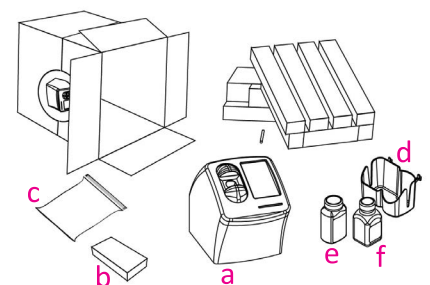

Abbildung 4
7. Nehmen Sie die Schaumstoffplatten seitlich am Gerät ab (Abbildung 4).
Siehe Abbildung 4.